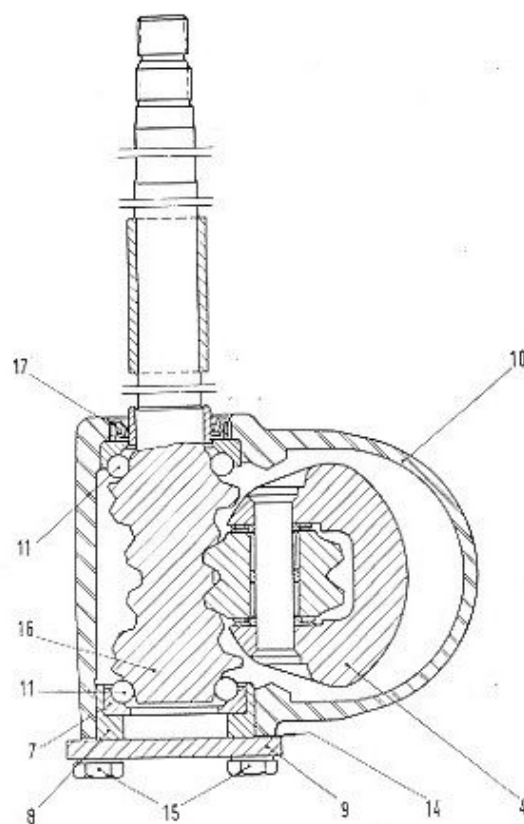

Abb. 99 - Lenkgehäusequerschnitte durch die Lenkrollenwelle bzw. die Schnecke.
- mit dem Schraubenzieher hält man die Stellschraube fest und löst gleichzeitig die Gegenmutter (2, Abb. 99);